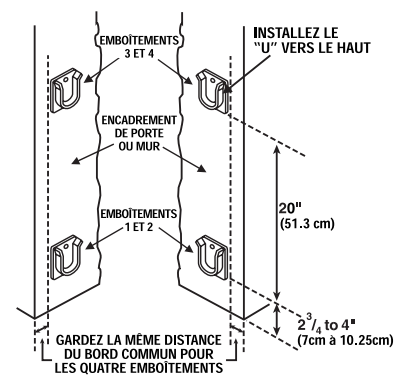

Figure 5
3. Enlever la pellicule protectrice d'un support et, le U à l'endroit, coller le support sur le montant de porte. S'assurer que le bas du support se trouve à 7 cm (2 3/4 po) minimum et à 10,25 cm (4 po) maximum du plancher. S'assurer aussi que la zone est plane et propre (exempte de poussière, d'huile, etc.) avant la mise en place (Fig. 5).
4. Installer un deuxième support pour entrée de porte de l'autre côté de l'ouverture ou sur le montant de porte opposé. Vérifier qu'il est à la même distance du plancher que le premier support (Fig. 5).